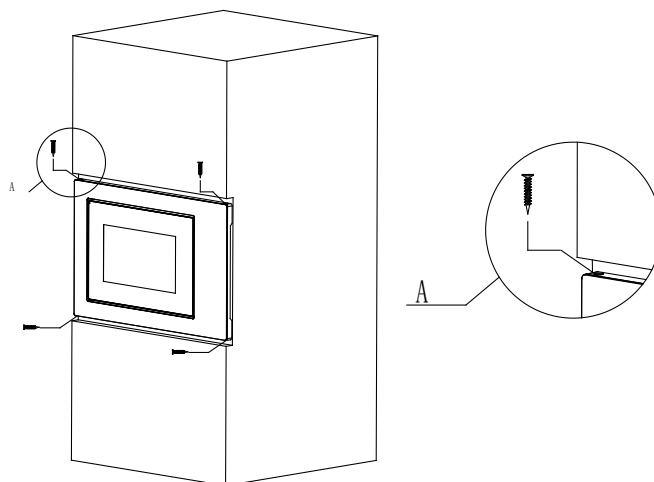

Fig. 4
- c) Utilisez les vis de l'emballage des composants pour fixer le four à micro-ondes à l'intérieur du meuble. (Fig. 4)